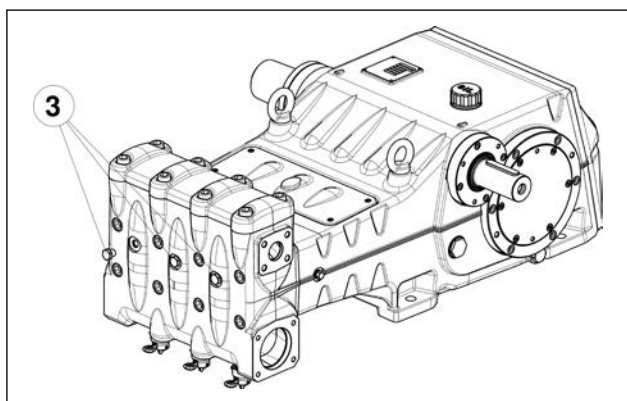

Рис. 11
При возникновении проблем с заливкой по причине недостаточного питания, можно снять три пробки на фронтальной стороне торца (за исключением версии LK36), как показано в поз. ③ Рис. 11.